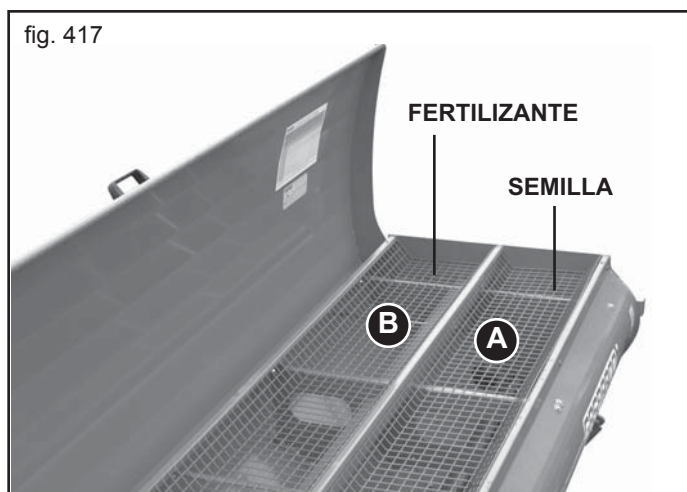

fig. 417
- 8) Tras haber terminado la operación, volver a colocar el portaforros y la palanca del dosificador en la posición inicial de trabajo. Extraiga el pasador (A, Fig. 417) y mueva el travesaño perforado en el sentido de la flecha.
La tolva para la distribución COMBINADA está dividida en dos compartimentos (Fig. 417): el trasero (A) para las semillas y el delantero (B) para el fertilizante. Este último, además, está dotado de una rejilla para cribar eventuales cuerpos extraños y grumos que podrían dañar el mecanismo de dosificación. Cada compartimiento dispone de mandos separados para la regulación de las dosis de semillas y fertilizante.